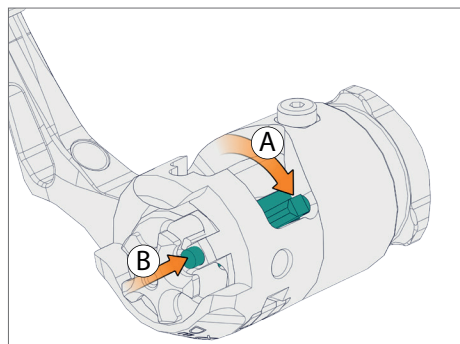

Abb. 15
- Schlagstück in die gespannte Position drücken. Dabei tritt der Führungsstift leicht aus dem Gehäuse heraus und ist wieder bündig einzudrücken (Schritte A und B, siehe Abb. 15)